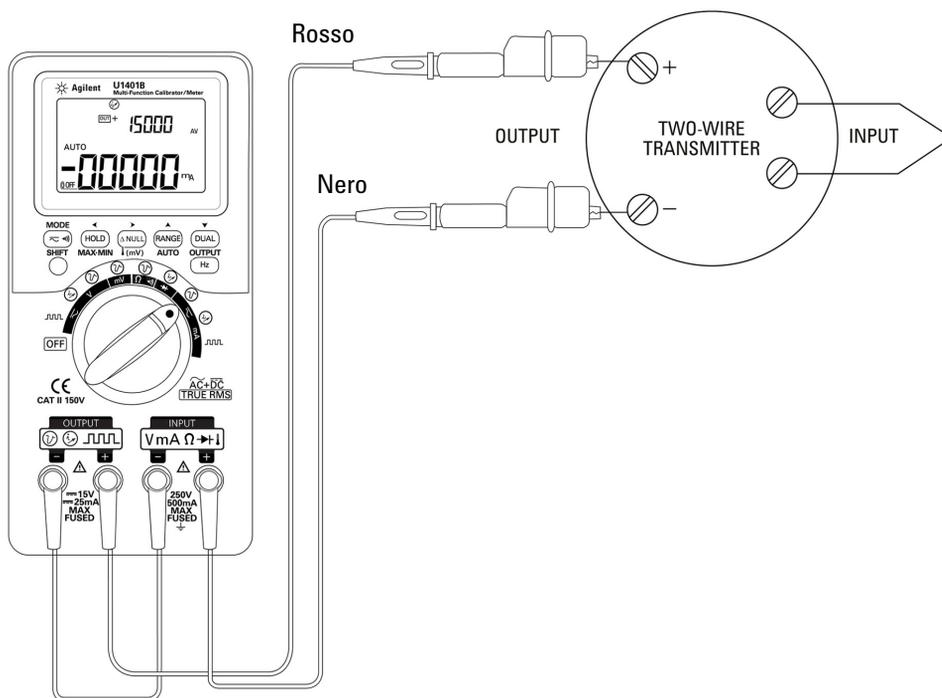

Figura 5-16 Verifica di un trasmettitore a due fili
- 2 Collegare il puntale a coccodrillo rosso tra il terminale di uscita positivo dello strumento e il terminale di uscita positivo del trasmettitore a due fili. Consultare la Figura 5-16 a pagina 114.